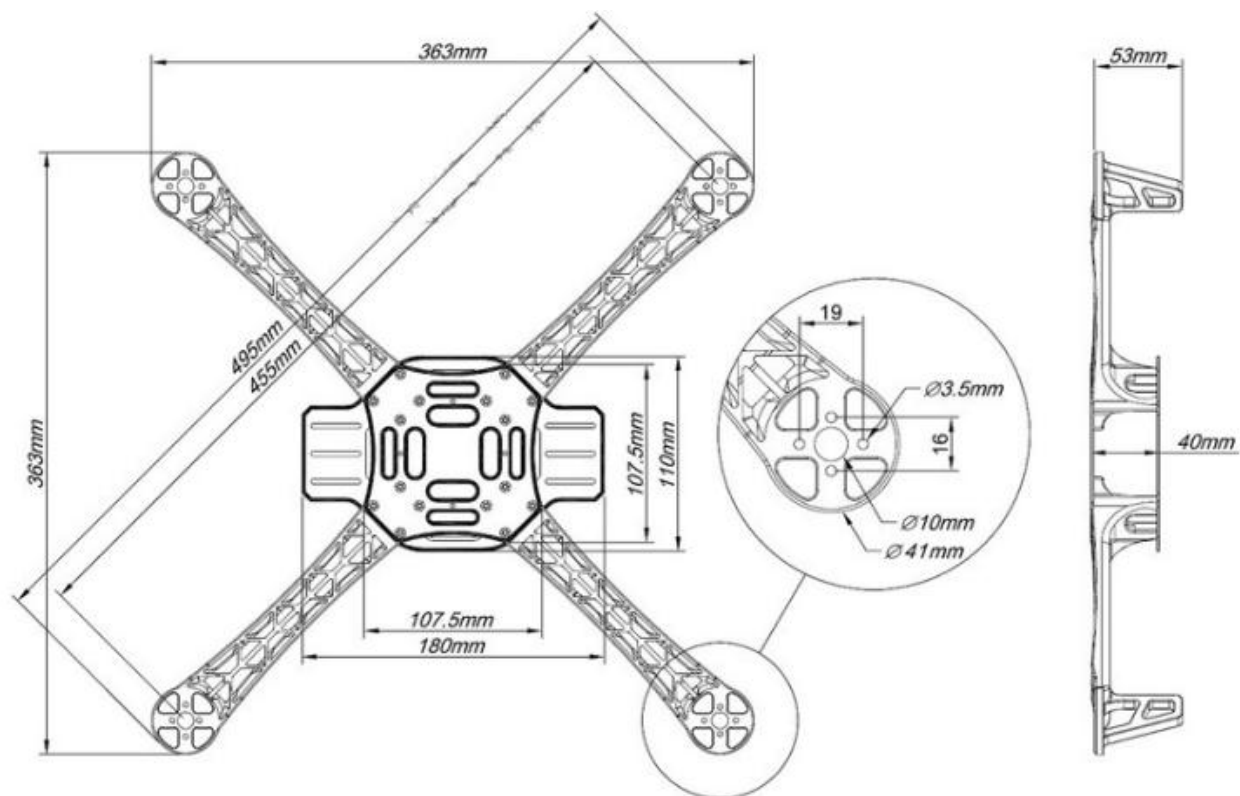

Рис. 1. Чертеж коптера
- компоновочный чертеж современной конструкции (1-2 варианта, см. рис. 1);